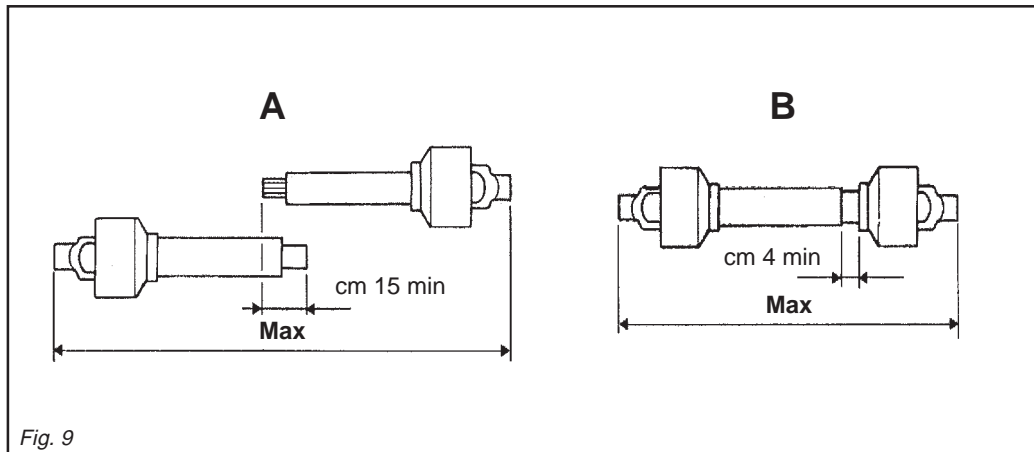

Fig. 9
Quando l'albero cardanico è sfilato al massimo, i due tubi devono sovrapporsi per almeno 15 cm. Quando esso è inserito al massimo, il gioco minimo consentito deve essere di 4 cm. (Fig. 9).
*When the cardan shaft is fully extended, the two tubes must overlap by at least 15 cm. When fully inserted, the minimum play must be 4 cm (Fig. 9).*
Wenn die Gelenkwelle soweit wie möglich auseinandergezogen ist, müssen die beiden Teile sich noch um wenigstens 15 cm überlappen. Wenn die beiden Teile ganz zusammengeschoben sind, muß das kleinstmögliche Spiel 4 cm ausmachen. (Abb. 9).
*Quand l'arbre à cardans est déboîté au maximum, les deux tubes doivent se superposer d'au moins 15 cm. Quand il est entièrement rentré, le jeu minimum admissible doit être de 4 cm. (Fig. 9).*
Quando el árbol cardánico está extraído al máximo, los dos tubos deben sobreponerse por lo menos 15 cm. Cuando está insertado al máximo, el juego mínimo permitido debe ser de 4 cm. (Fig. 9).